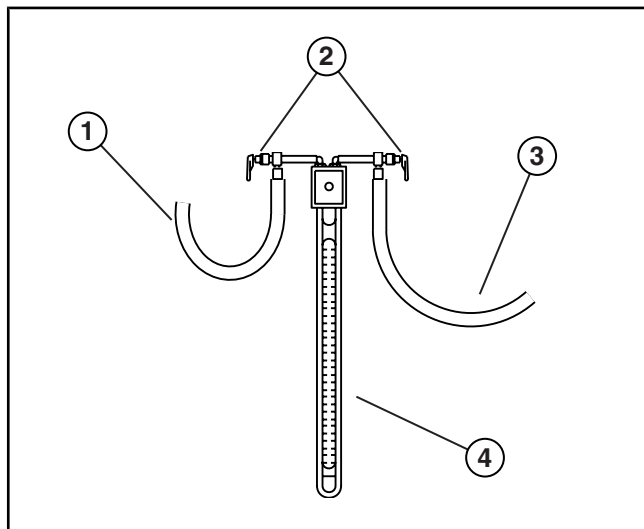

Рисунок 10.05-12: Манометр
2. Одним концом манометр должен быть соединен к патрубку, а другой конец должен быть открытым для сброса давления в атмосферу (см. **Рисунок 10.05-12**).